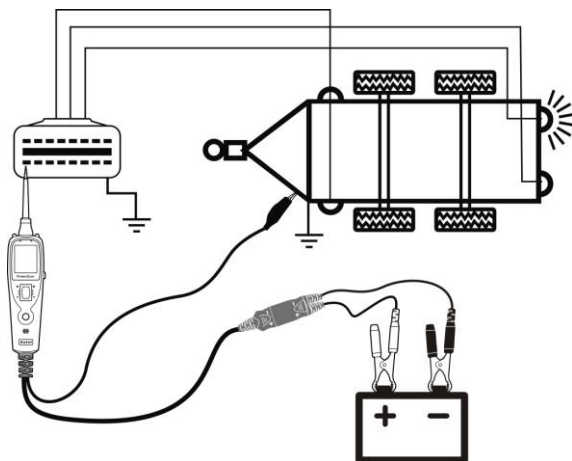

Figura 12
Con la herramienta en modo de tensión continua (DC), conecte la conexión a tierra auxiliar con la conexión a tierra del remolque, sondee los contactos de la clavija y luego aplique tensión a la punta de sonda. Esto le permitirá comprobar el funcionamiento y la orientación del conector y de las luces del remolque (Figura 12).